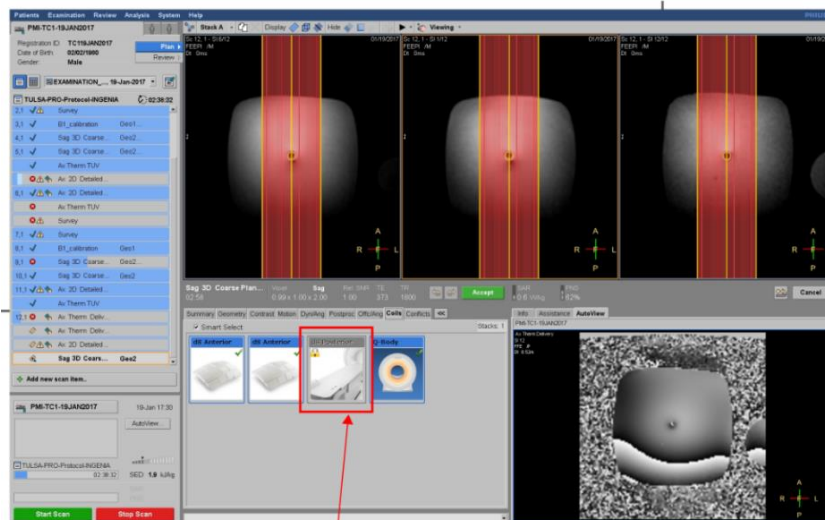

Abbildung 42: Abkoppeln der hinteren Spule
5. Öffnen Sie eine Sequenz, und navigieren Sie zur Registerkarte „Spulen“, um zu bestätigen, dass die hintere Spule abgekoppelt ist. Die dS Hintere Spule sollte ausgegraut sein und ein kleines Schloss anzeigen (Abbildung 42).